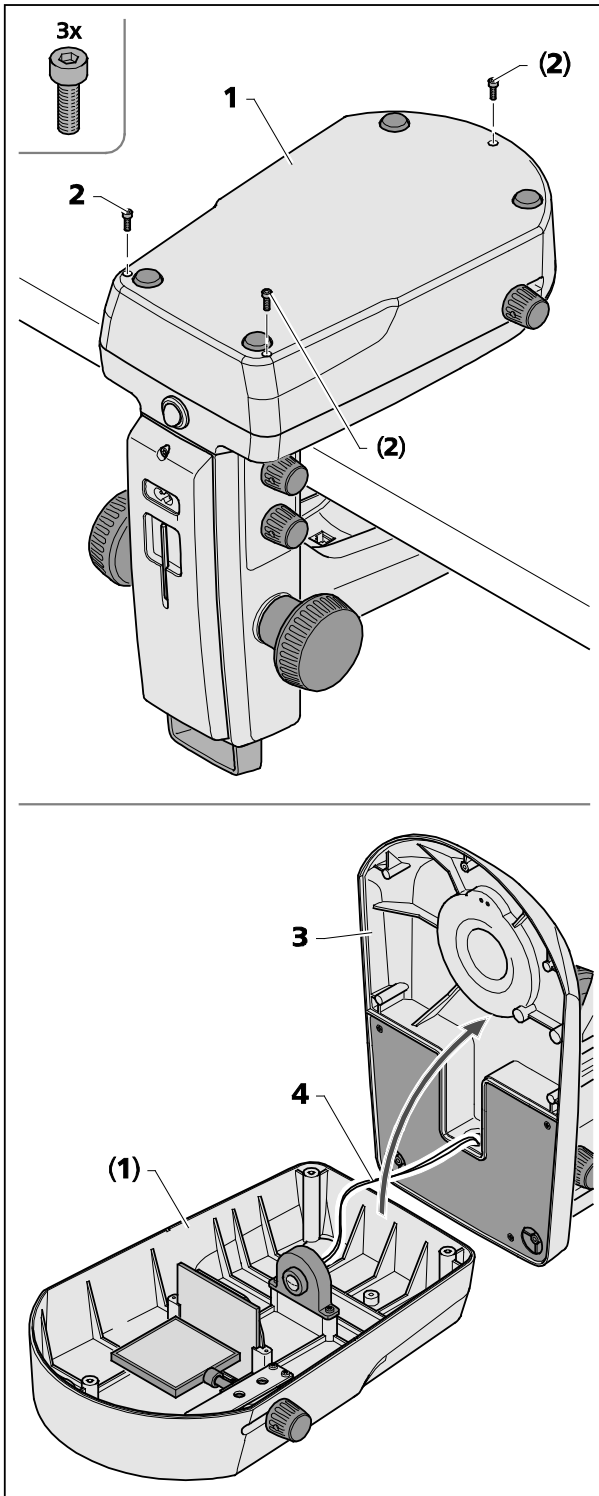

Fig. 23 Abrir a placa de cobertura do estativo K LAB
A base de luz transmitida (Fig. 23/1) pode-se remover da placa de cobertura do estativo (Fig. 23/3) para a limpeza ou a extração de corpos estranhos caídos para dentro, por inadvertência.
- Desatarraxar os três parafusos (Fig. 23/2) da placa de cobertura do estativo (Fig. 23/1) com ajuda da chave Allen SW 2,5 pondo-a de lado.
- Remover a placa de cobertura do estativo (Fig. 23/3), com cautela, da base de luz transmitida (Fig. 23/1) e pôr o estativo de lado.
Reparar em que o cabo (Fig. 23/4) não seja separado da base de luz transmitida (Fig. 23/1).